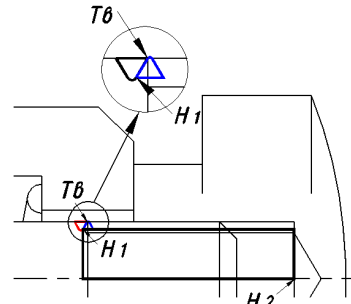

Рис. 38
- ◆ Постройте прямоугольник (рис.38).
Радиус основания: **Tв** (рис. 38)